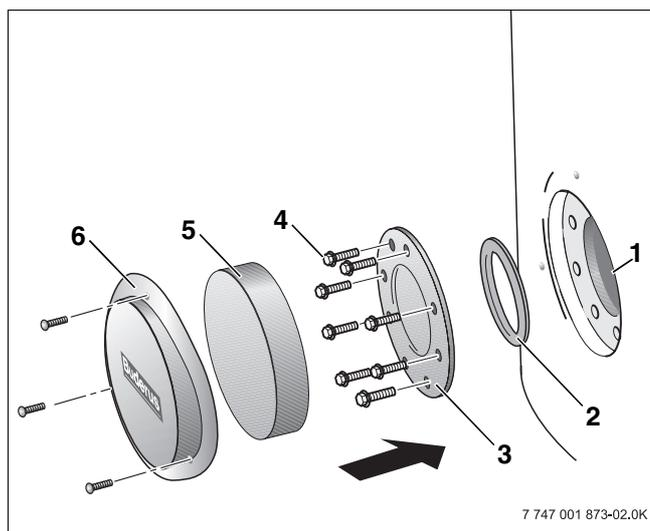

Abb. 13 Reinigungsöffnung montieren
- Wir empfehlen, nach der Reinigung eine neue Handlochdeckel-Dichtung (Abb. 13, **Pos. 2**) zu verwenden, um undichte Stellen am Warmwasserspeicher zu vermeiden.
- Handlochdeckel (Abb. 13, **Pos. 3**) mit Dichtung (Abb. 13, **Pos. 2**) wieder einsetzen.
- Sechskantschrauben (Abb. 13, **Pos. 4**) am Handlochdeckel „handfest“ eindrehen.
- Anschließend die Sechskantschrauben (Abb. 13, **Pos. 4**) mit einem Drehmomentschlüssel 25-30 Nm nachziehen.
- Wärmeschutzelement (Abb. 13, **Pos. 5**) einlegen und Handlochdeckelabdeckung (Abb. 13, **Pos. 6**) montieren.